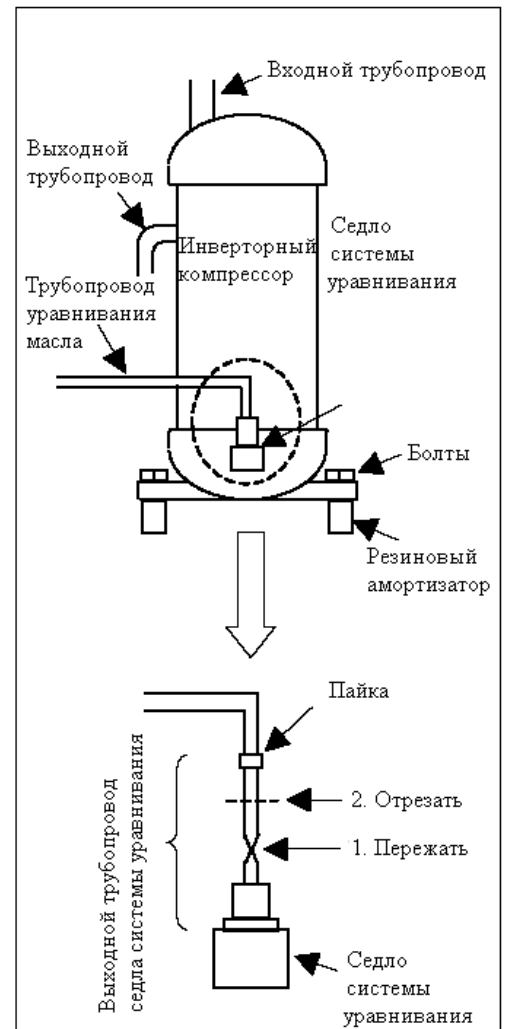

Рис. 1
4. Пережмите трубку системы уравнивания давления масла ниже пайки, как показано на Рис. 1, и перережьте трубку между точками обжима и пайки, чтобы предотвратить утечку масла.